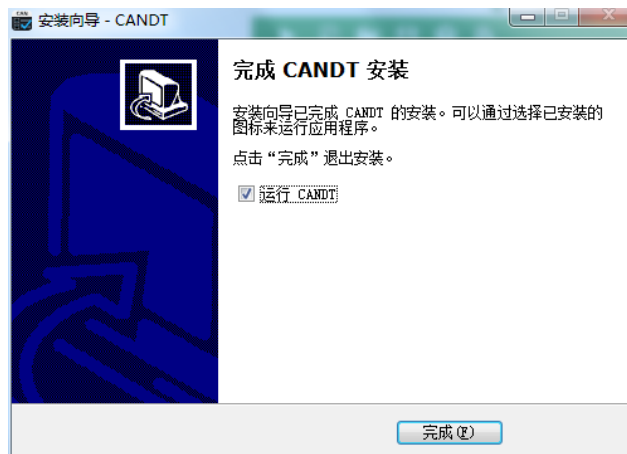
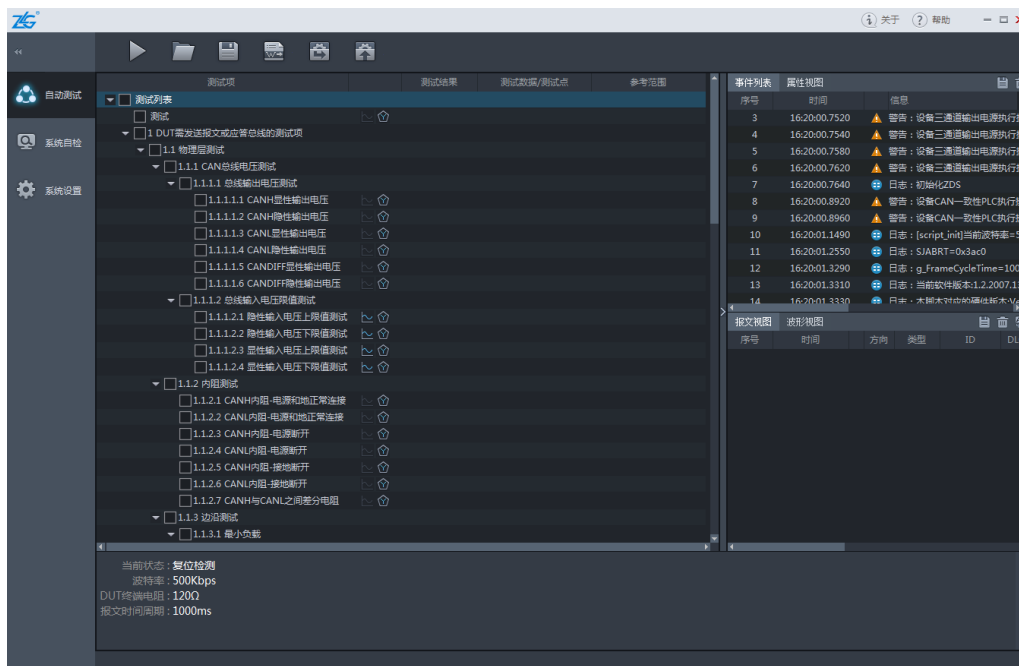

图 4.7 第七步
图 4.8 CANDT 界面
**第七步：**安装完成后，点击“完成”可以完成上位机软件安装，如图 4.7 所示，并打开软件界面，图 4.8 为 CANDT 软件界面。